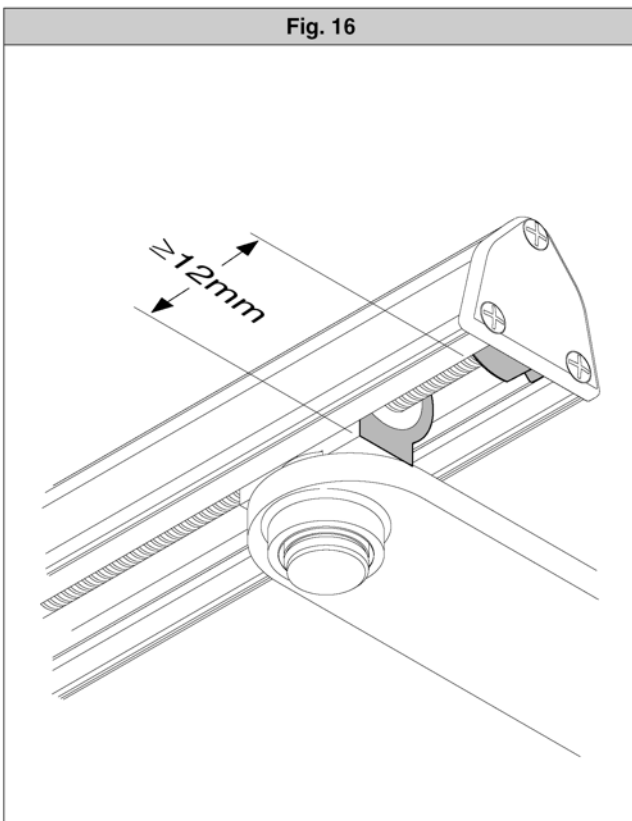

Fig. 17
**- CZY PRZY BRAMIE CAŁKOWICIE OTWARTEJ, ODLEGŁOŚĆ POMIĘDZY NAKRĘTKĄ ŚRUBY POCIĄGOWEJ A OBUDOWĄ SIŁOWNIKA WYNOŚI CO NAJMNIEJ 12 MM (RYSUNEK 17)**